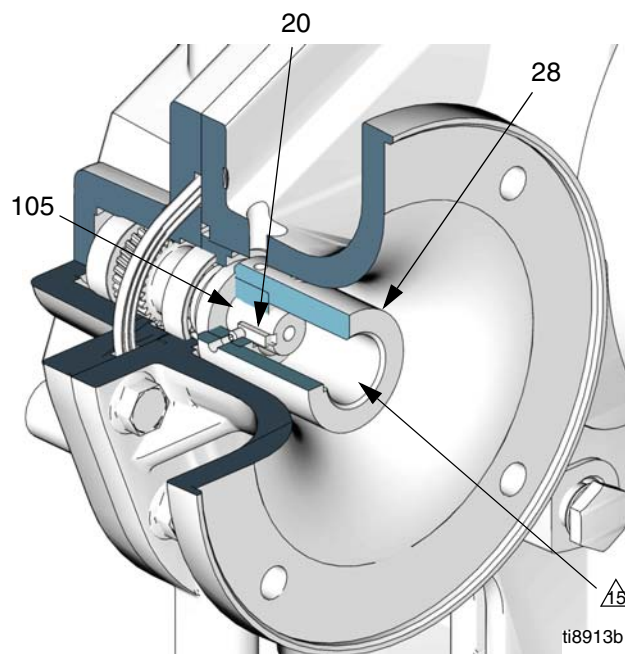

FIG. 8. Installera kopplingen
2. Se FIG. 8. Montera nyckeln (20) i inputaxelns (105) nyckelföring. Montera de två låsskruvarna (31) i kopplingen (28) och se till att de inte inkräktar på nyckelföringen eller kopplingens inputaxelrör.